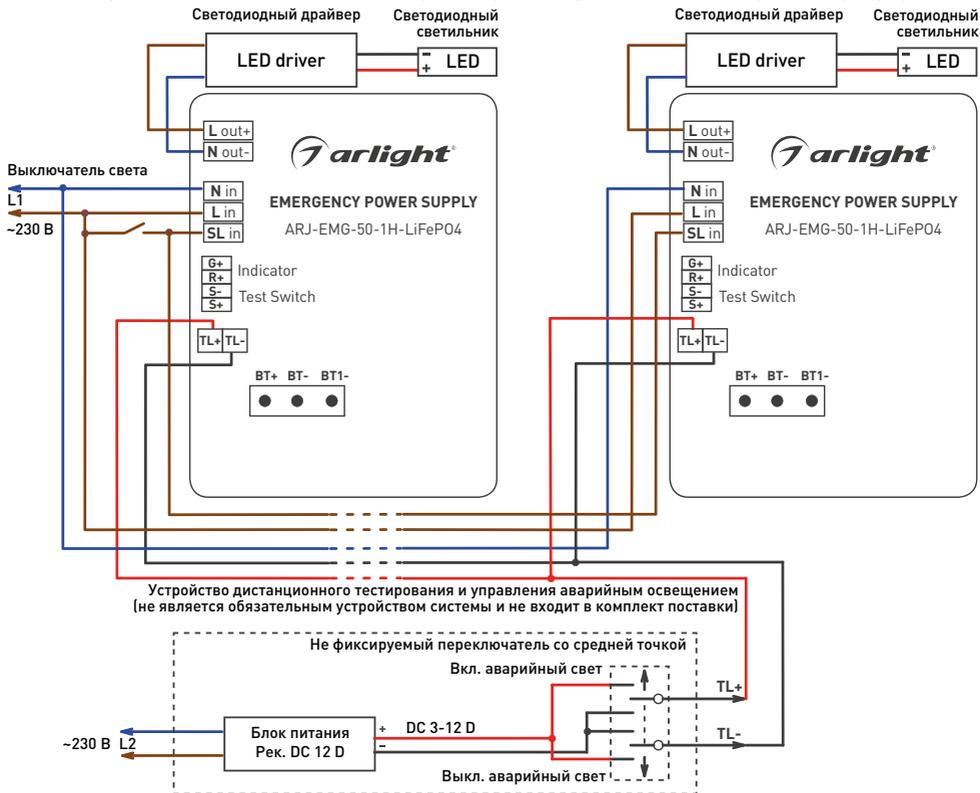

Рисунок 1. Стандартная схема подключения
- 3.4. Подключите провода, постоянно подключенные к сети: **L** (фаза) — коричневый провод, **N** (ноль) — синий провод. Смотрите рисунок 1.
Подключите провод, постоянно подключенный к сети: **L** (фаза) — коричневый провод через **Выключатель света** ко входу **Slin** источника питания. Смотрите рисунок 1.
Подключите входные провода источника питания светильника «Светодиодный драйвер» **N** (ноль), **L** (фаза) — коричневый провод. Смотрите рисунок 1.